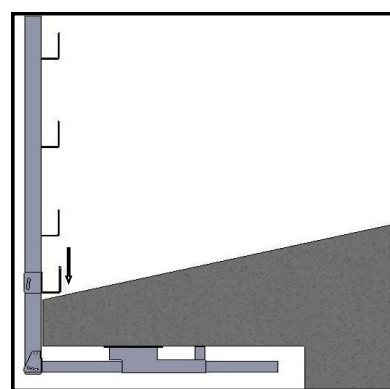

fig.6
- Installare quindi la parte verticale del montante fissandola nella posizione corretta in modo che il parapetto una volta in opera sia il più verticale possibile o comunque entro la tolleranza imposta dalla norma di +/- 15° rispetto la verticale (fig. 3 a pag. 4 e fig. 6 a pag. 9)
- Posizionare la staffa ad "L" inferiore aderente alla superficie di lavoro o comunque nella posizione più bassa possibile (fig. 6 a pag. 9) e quindi bloccarla, facendo scorrere la vite in dotazione verso il basso all'interno dell'asola ;